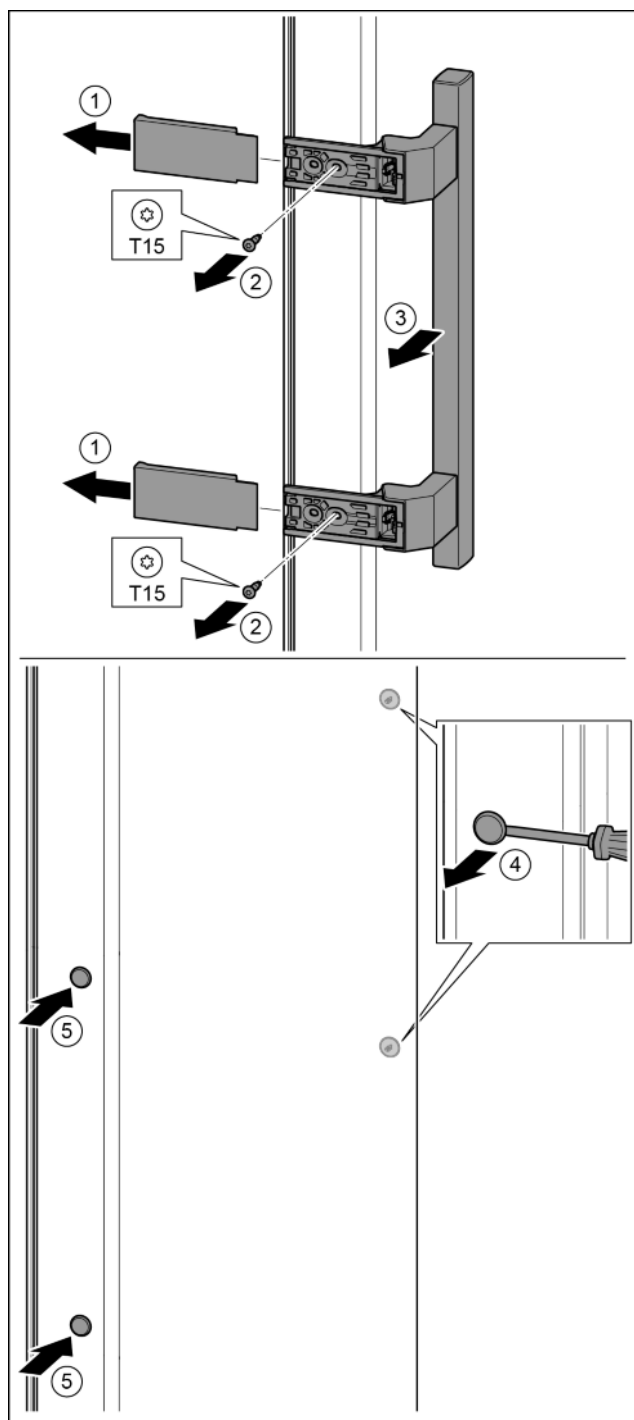

Fig. 38
- ▶ Zdjąć osłonę. Fig. 38 (1)
- ▶ Śruby wykręcić przy pomocy śrubokręta T15. Fig. 38 (2)
- ▶ Zdjąć uchwyt. Fig. 38 (3)
- ▶ Boczną zatyczkę ostrożnie podważyć przy pomocy śrubokręta i wyjąć. Fig. 38 (4)
- ▶ Zatyczkę założyć ponownie z drugiej strony. Fig. 38 (5)